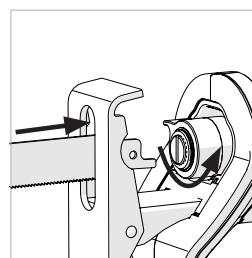

Fig. 2
- Gire en sentido antihorario y sujeté el selector de sujeción de la hoja. (**Fig. 2**)